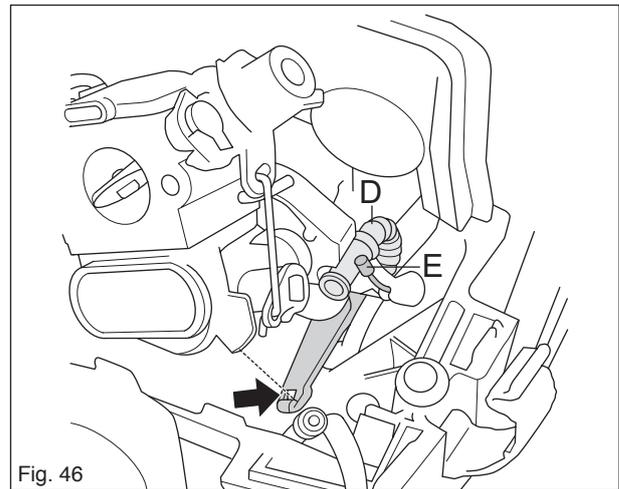

Fig. 46
Fixer le câble des gaz (E) dans sa fixation sur le conduit d'aspiration, voir figure 46.
Fixer le câble des gaz E, voir figure 46.